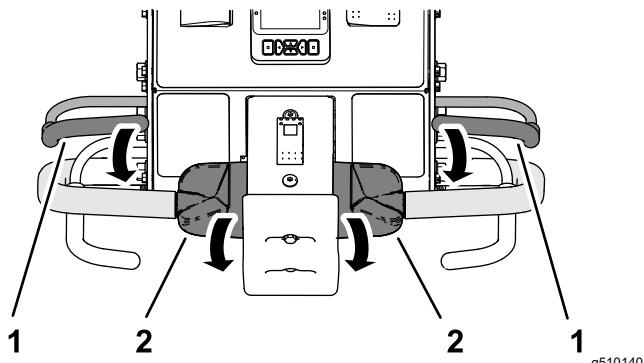

Figura 35
- Premete una qualsiasi delle barre di presenza dell'operatore contro la maniglia e ruotate in avanti la parte superiore del comando di trazione (Figura 35).